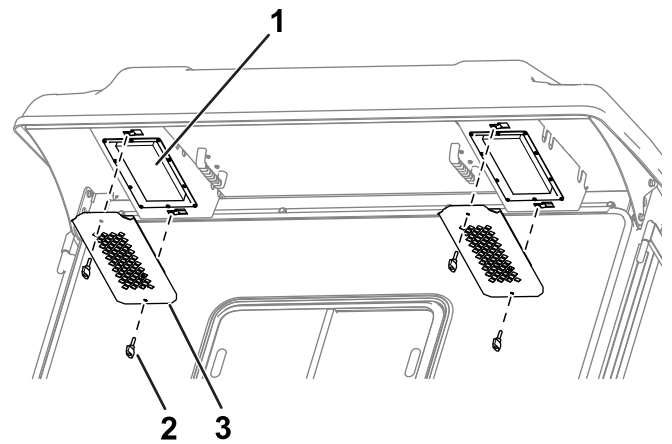

Bild 87
4. Verwenden Sie die Drehknöpfe und Roste, um die Filter in die Kabine einzubauen (Bild 87).
1. Entfernen Sie die Drehknöpfe und Roste vom hinteren Überhang der Kabine (Bild 87).